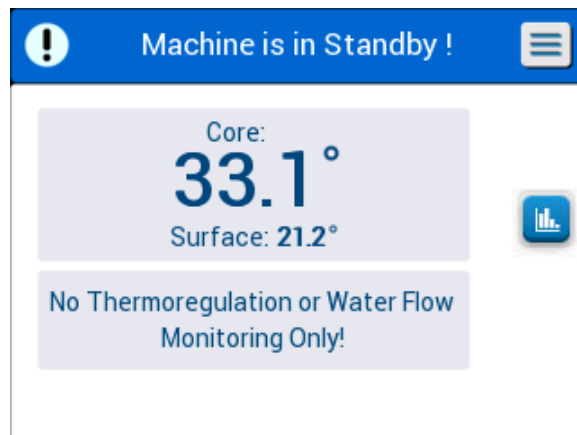

Figura 10: În așteptare
2. După un scurt auto-test, sistemul începe automat să răcească apa prin circulare internă (precum în modul în așteptare) (consultați *Figura 10: În așteptare* la pagina 40).